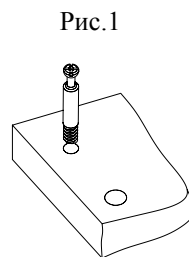
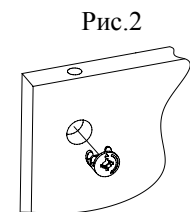

Рис.1
Рис.2
1. Подготовьте детали к сборке. Для этого вкрутите шпильки минификс в деталь 5 (Рис.1). Затем вставьте головки минификс в детали 6 и 7 (Рис.2).